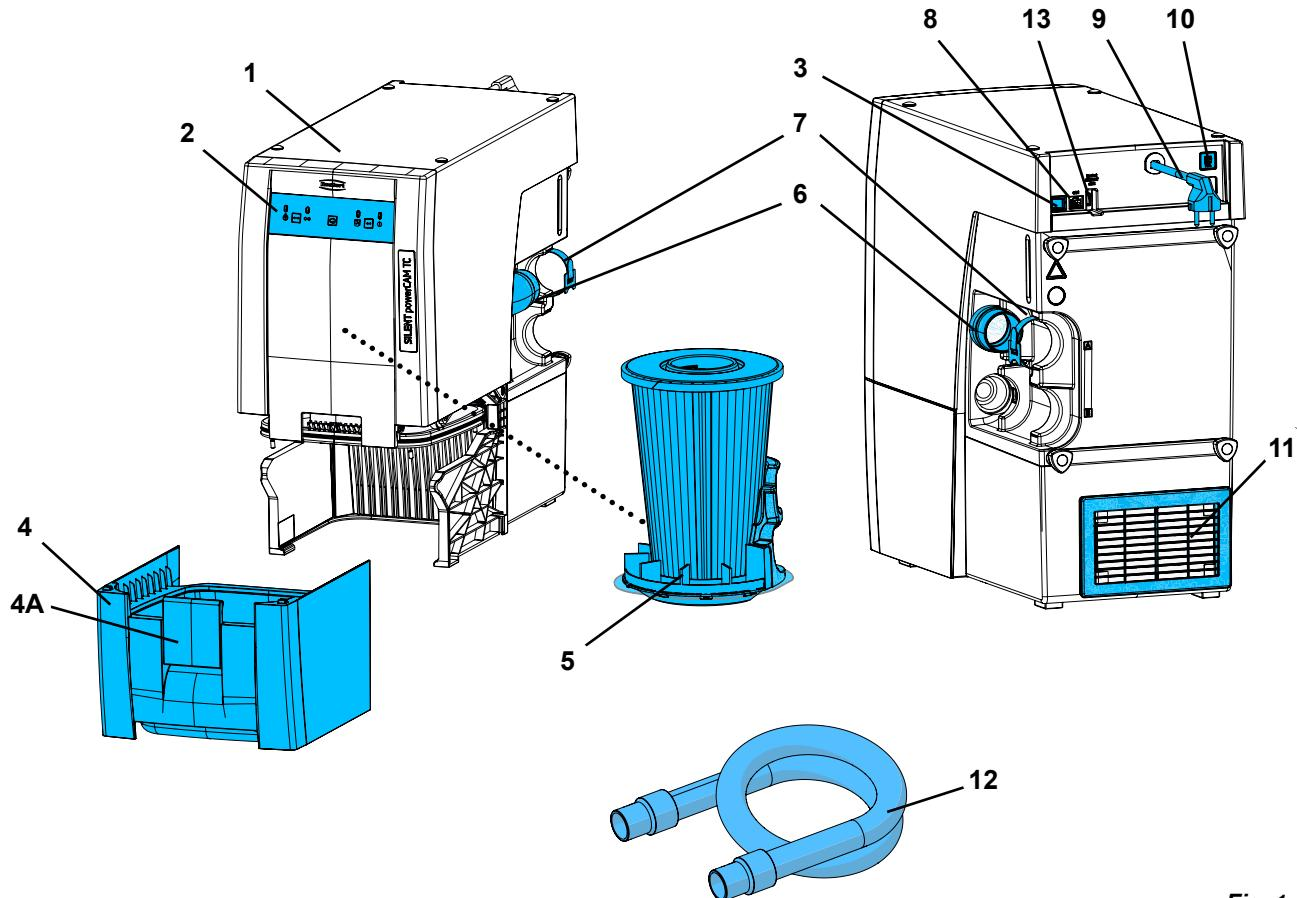

Fig. 1
- der Abluftaustritt (11, Abb. 1) nicht behindert wird.
- Externe Abluftführung (A) (siehe Kap. 4.6).
- Öffnung in Schrankrückwand (B), min. 250 x 120 mm, direkt gegenüber dem Abluftaustritt (11, Abb. 1).
- Rückwand des Schranks entfernen (C), Abstand der Schrankrückseite zur Wand min. 50 mm.
⇒ Gerät am Ein- / Aus-Schalter (3, Abb. 1) ausschalten.
⇒ Netzkabel (9, Abb. 1) entrollen und Netzstecker in Steckdose der Gebäudeinstallation einstecken.